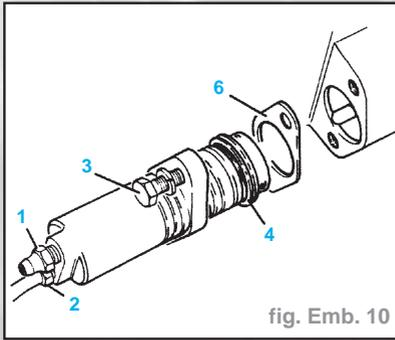

fig. Emb. 10
- Vidanger le liquide du circuit d'embrayage par le clapet de purge du cylindre asservi (1) Fig. Emb. 10).
- Débrancher le tuyau de liquide (2).
- Retirer deux boulons de fixation puis déposer le cylindre asservi et la contre-plaque (3).